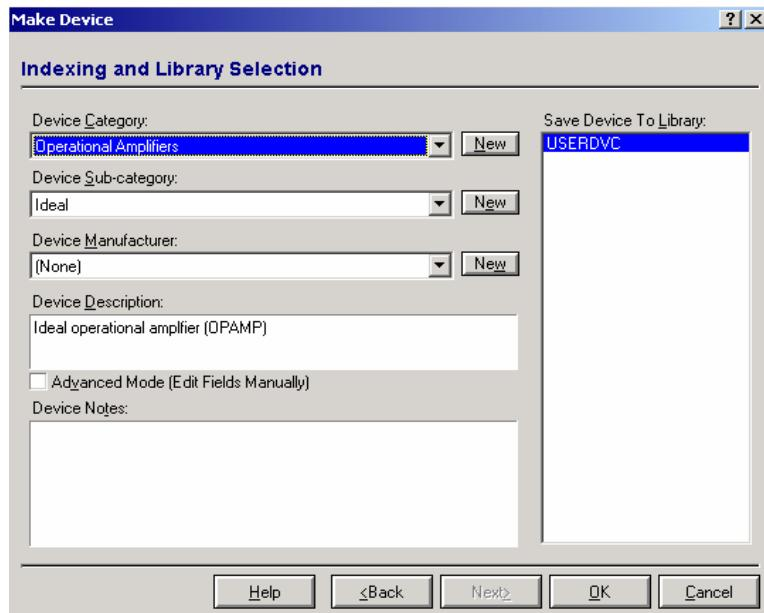

Figura 54: Janela Make Device.
12. Em **Indexing and Library Selection**, figura 54, configure a categoria, subcategoria, fabricante e em caso necessário, adicione as descrições do componente em **Device description**.